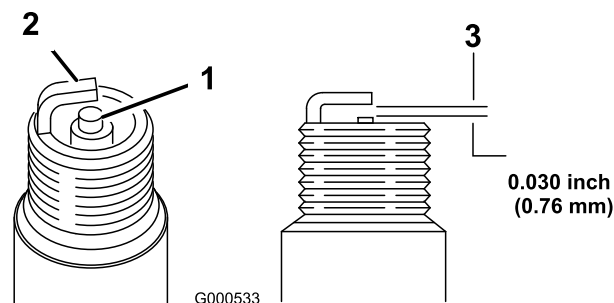

Bild 49
1. Sehen Sie sich die Mitte der Zündkerzen an (Bild 49).
2. Prüfen Sie den Abstand zwischen der mittleren und der seitlichen Elektrode (Bild 49) und biegen Sie die seitliche Elektrode, wenn der Abstand falsch ist.